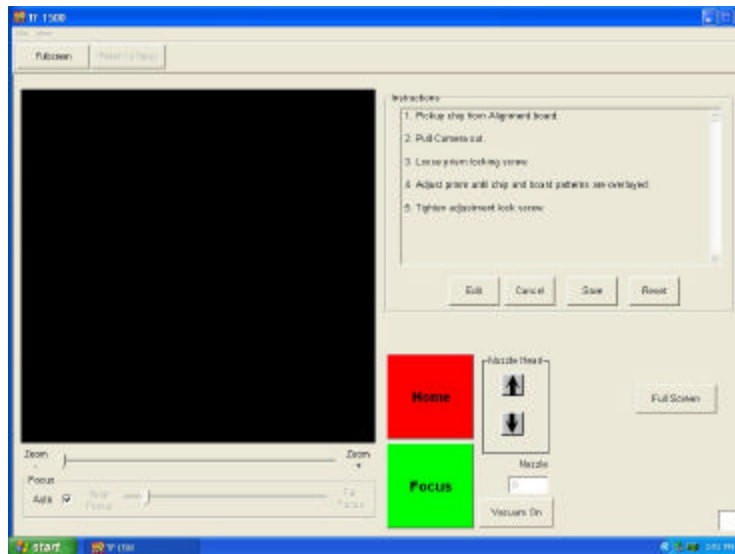

Figura 9
- iii. Viene visualizzata la schermata Calibration (Calibrazione) (Figura 9).